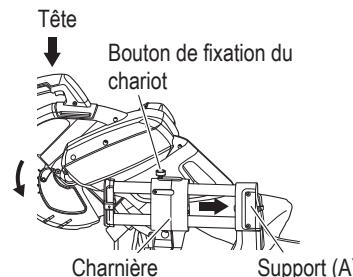

Fig. 49
Vissez également le bouton de fixation du chariot de sorte que la charnière soit positionnée de manière à heurter le support (A) et à fixer la tête. (Fig. 49)